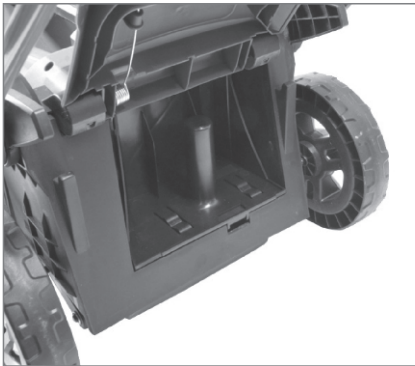

Рис.16
1. Чтобы снять заглушку, поднимите заднюю крышку газонокосилки и вытащите заглушку мульчирования (15). Рис. 16,17.